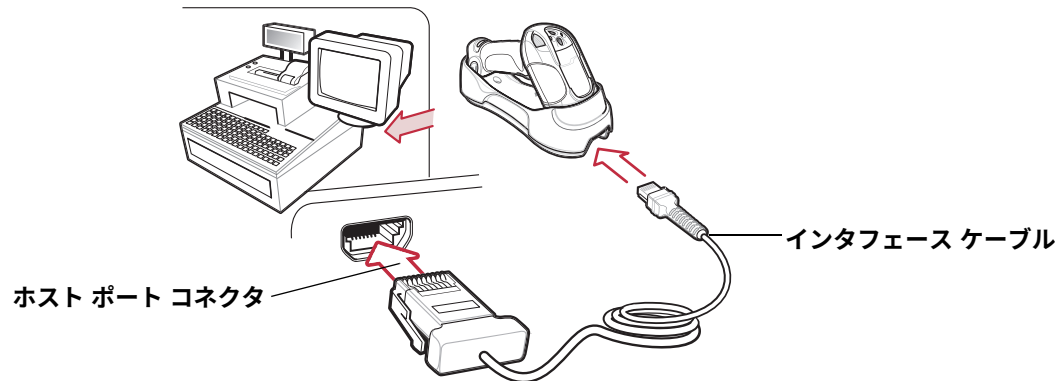

図 11-1 IBM 直接接続
- ✓ **注** 必要なインタフェース ケーブルは、設定によって異なります。図 11-1 のイラストに示したコネクタは、あくまでも例です。コネクタはイラストと異なる場合がありますが、クレードルを接続する手順は同じです。